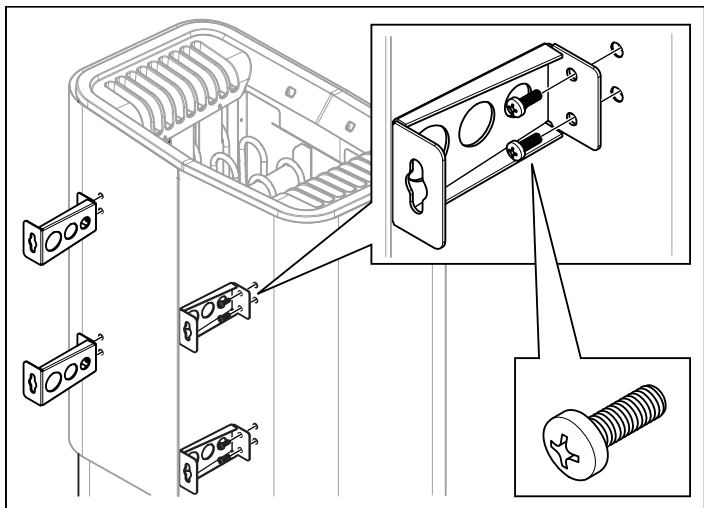

Fig. 9 : Monter les supports sur le poêle
8. Déposer les deux premières vis de la face arrière du poêle et visser l'un des quatre supports. Répéter l'opération jusqu'à ce que tous les supports soient en place, voir la figure 9.